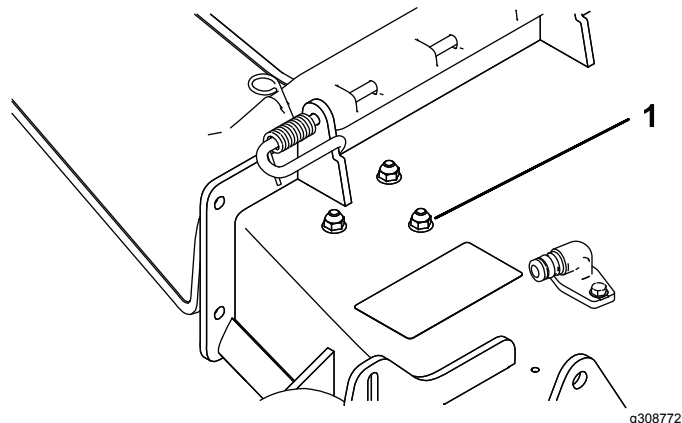

Figura 4
1. Remova as porcas e parafusos do local mostrado na Figura 4.